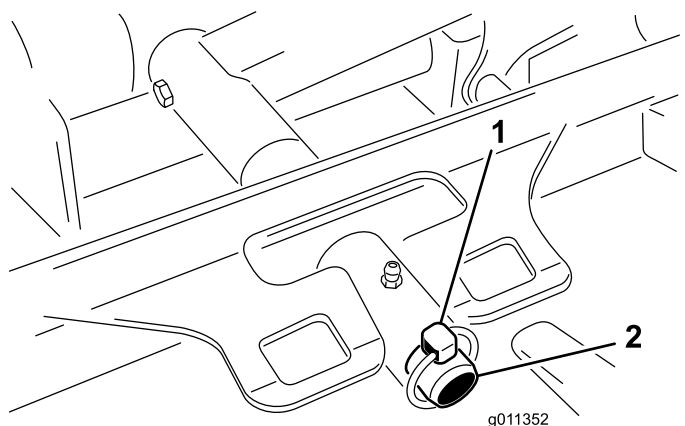

Figura 99
3. Rimuovete l'acciarino (per macchine Groundsmaster 4500) o il dado di fissaggio (per macchine Groundsmaster 4700) che fissa il telaio portante del piatto di taglio al perno orientabile del braccio di sollevamento (Figura 99).
2. Fate scorrere il telaio portante del piatto di taglio sul perno orientabile del braccio di sollevamento (Figura 99). Fissate il piatto di taglio al perno con l'acciarino (per macchine Groundsmaster 4500) o il dado di fissaggio (per macchine Groundsmaster 4700).